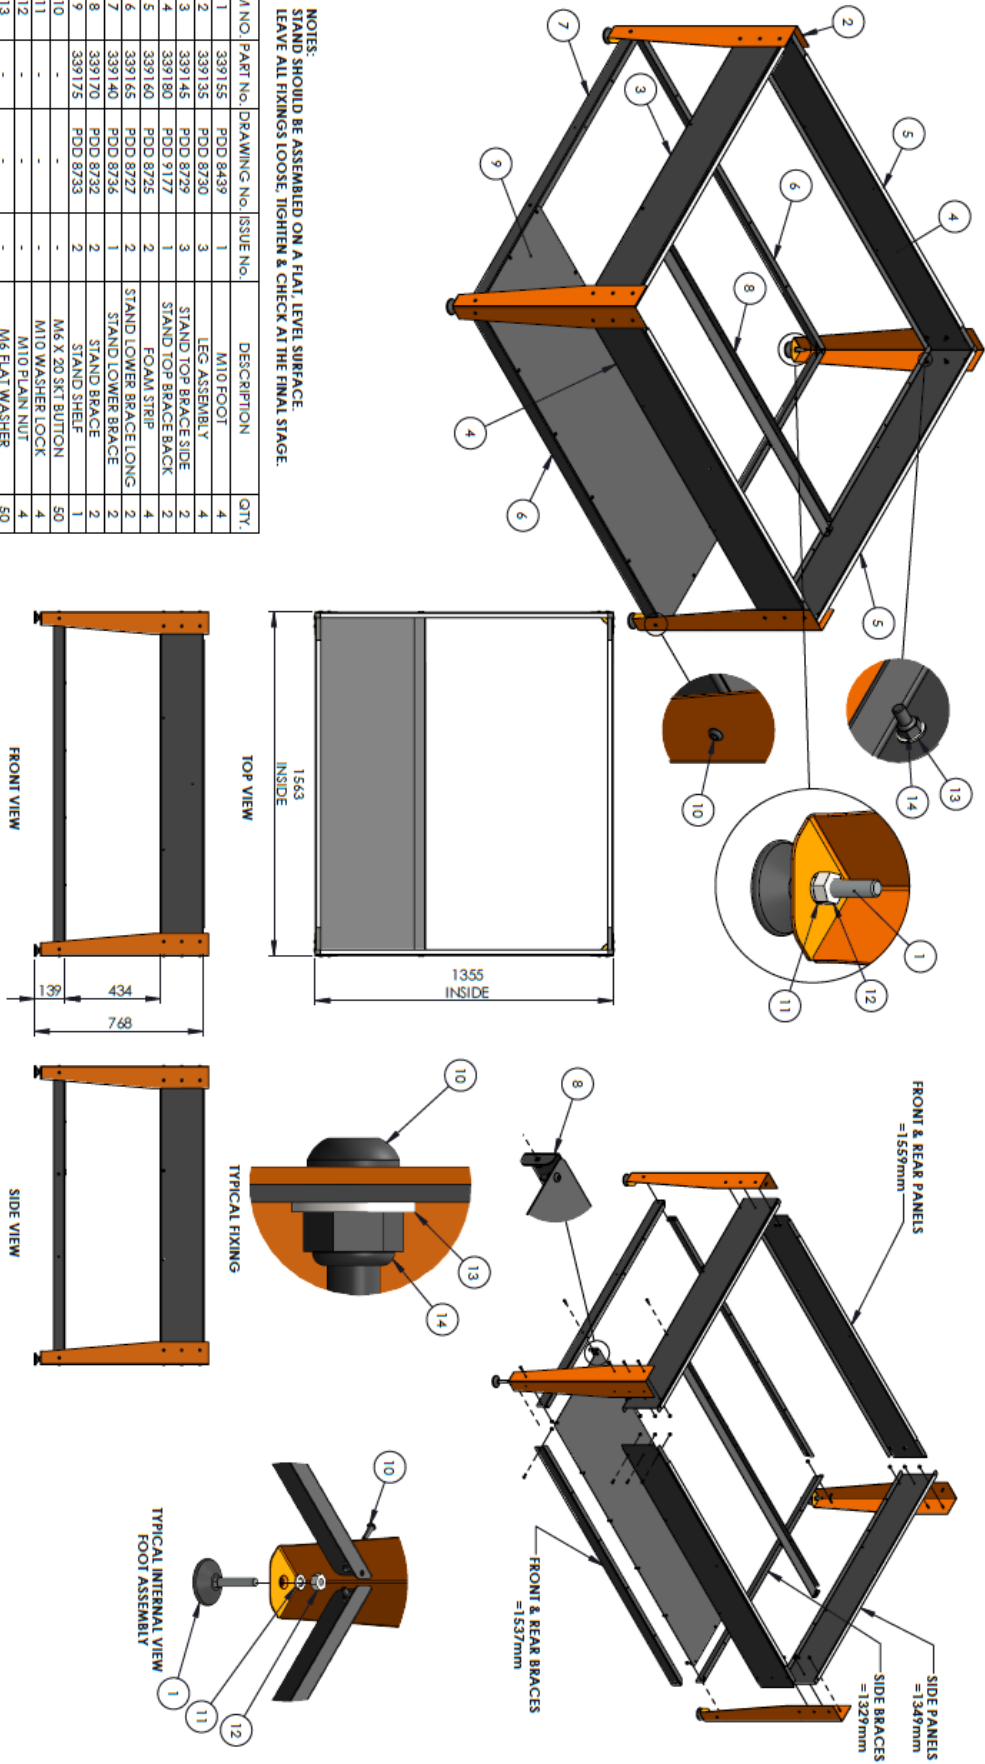

Fig. 6 Onderdelen en monteren van het onderstel
1. In Fig. 6 op pagina 22 zijn de onderdelen van het onderstel en het gemonteerde onderstel weergegeven.